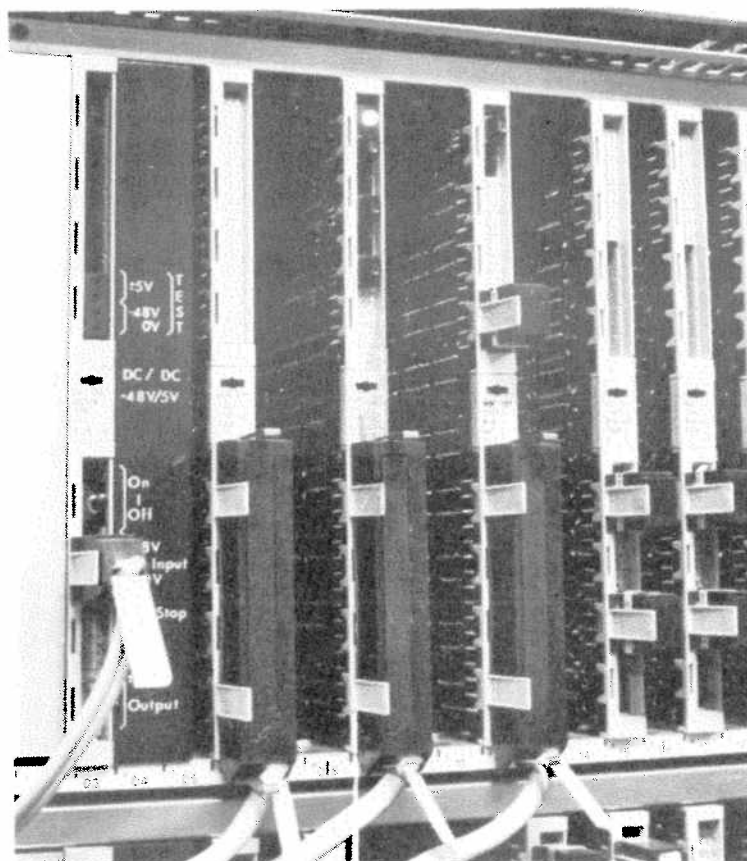

Bild 25. BIF-kortet
- o Kontrollera att den röda lysdioden på BIF-kortet i CP-magasinet (kortplats 9 i andra hyllan i vänstra telefonstativet) lyser. Om lysdioden är släckt, se till att den mellersta omkopplaren är i utsläppt läge och påverka sedan den nedersta omkopplaren. Se bild 25.